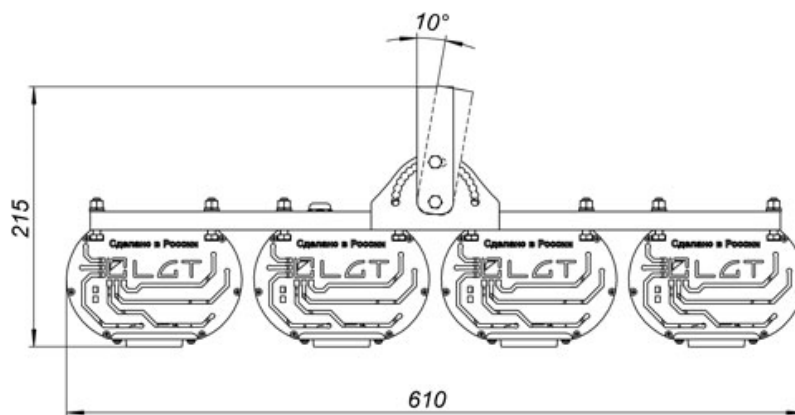

Рис. 9
6.7.7 Установить светильник под необходимым углом к освещаемому объекту и зафиксировать положение светильника с помощью винта М6. Шаг угла наклона 10 град. Максимальный угол поворота крепления потолочного на светильнике 20° (Рис. 9).